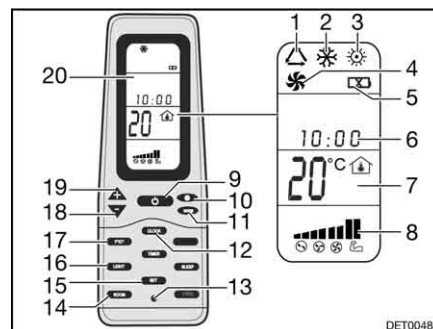

Bild 177 Fernbedienung
- Die Taste ON/OFF (Bild 177,9) drücken.
- Die Taste "Mode" (Bild 177,11) so oft drücken, bis die gewünschte Betriebsart (Bild 177,1, 2, 3 oder 4) auf dem Display (Bild 177,20) angezeigt wird.
- Mit den Tasten "+" (Bild 177,19) und "-" (Bild 177,18) die gewünschte Temperatur einstellen.
- Mit der Taste Lüftergeschwindigkeit (Bild 177,10) die gewünschte Lüfterstufe wählen.